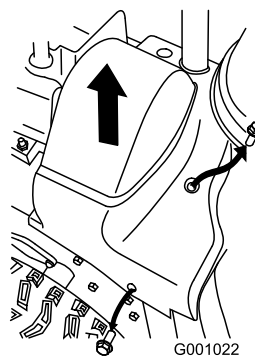

Figure 47
2. Soulevez le côté droit du couvercle de courroie (Figure 47).